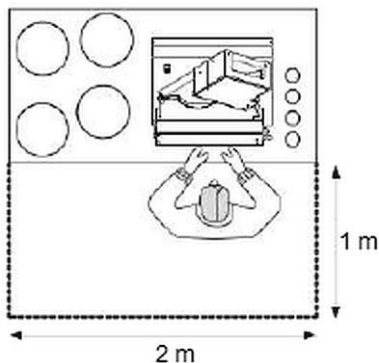

Рис. 5
- Обережно встановити пристрій, дотримуючись інструкцій на рис. 5, де вказані мінімальні відстані, необхідні для правильного виконання оператором або техніком кожної послідовності робіт та/або технічного обслуговування.